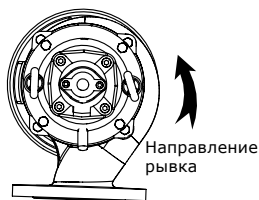

Рис. 6 Вид сверху. Направление рывка при пуске
3. Если насос подключен правильно, рывок будет в сторону, противоположную правильному направлению вращения. См. рис. 6.